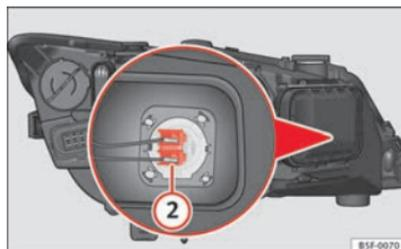

Fig. 145 Lámpara luz de carretera
- Presione lateralmente el conector ⇒ fig. 145 ② hacia izquierda o derecha y tire.